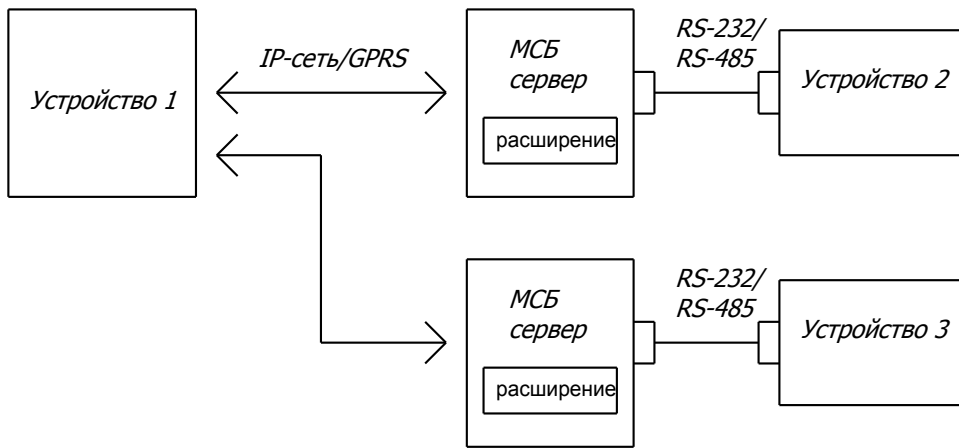

рис. 4
- Если устройство 1 имеет сетевой интерфейс, т. е. может быть напрямую подключено к IP-сетям, то необходимость в МСБ-клиенте отпадает (рис. 4). Устройство 1, в этом случае, само может выполнять роль TCP-клиента.